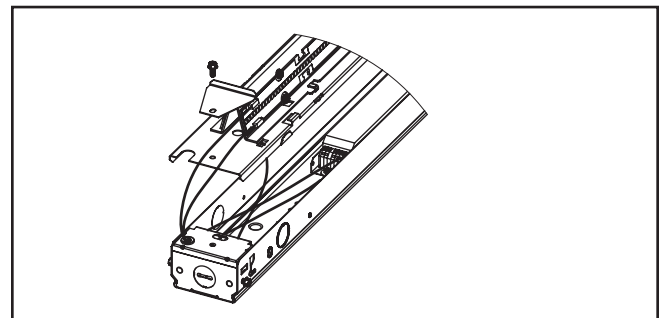

Figura 2.
3. Retire la cubierta del canal. (Figura 2.)